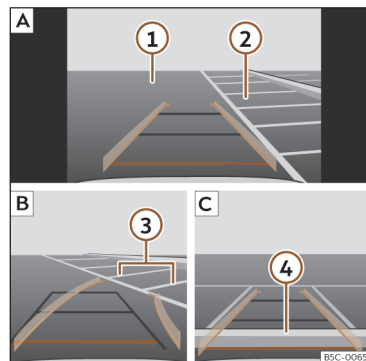

Fig. 155 Visualização no ecrã do sistema de infotainment: estacionar com o assistente de marcha-atrás.
Legenda da >>> **Fig. 155:**
• Posicione o veículo à frente do lugar de estacionamento >>> **Fig. 155** **2** **A**.